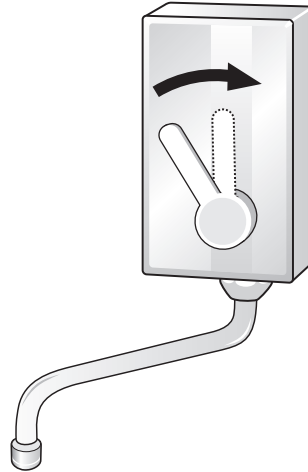

Abb. 4b
- Durch langsames Zurückversetzen des Wassermischers nach rechts wird kaltes Wasser zugemischt (Abb. 4b).